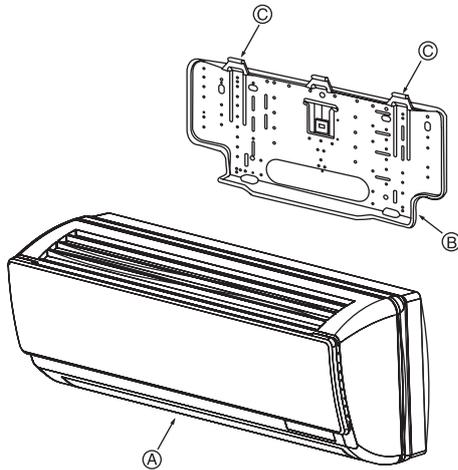

Fig. 3-8
① Soporte de montaje en la pared
3.3. Montaje de la unidad (Fig. 3-8)
- ① Asegúrese de colgar los enganches de metal de la unidad interior en los ganchos del soporte de montaje.